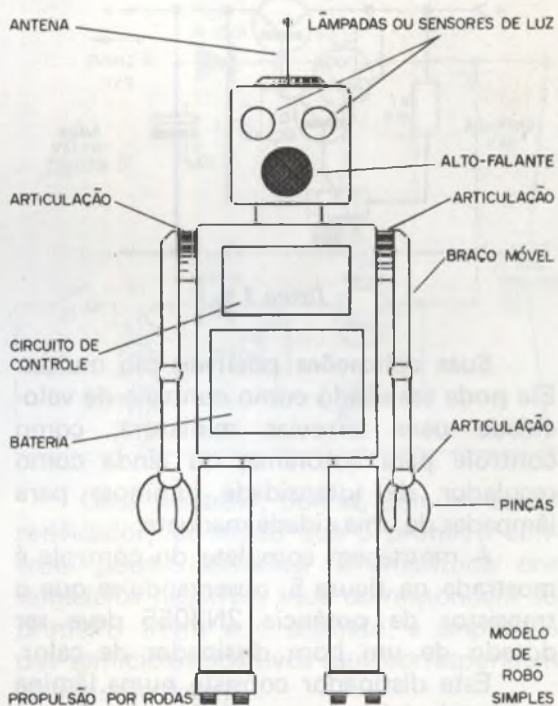

figura 3
d) Robótica. Este é um hobby ainda pouco difundido, principalmente em nosso país, por ser relativamente novo. Mas, mesmo assim, a eletrônica pode levar muitos à construção de robôs rádio-controlados, com recursos de fazer inveja a qualquer produtor de filmes de ficção científica. (figura 3)